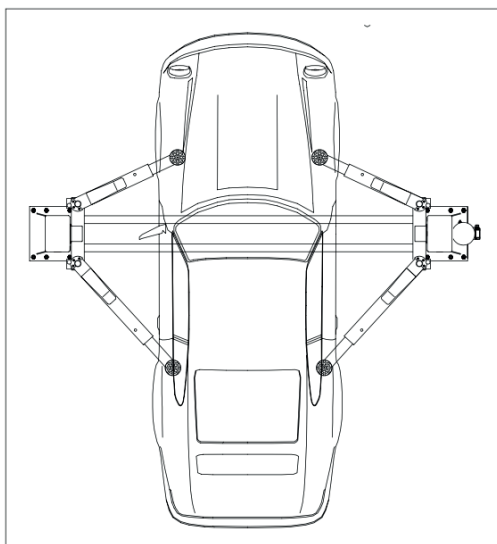

Fig. 1 - Véhicule correctement chargé
(Fig. 1) Pour la sécurité des personnes et des équipements, il faut que :
- ✓ Le véhicule est correctement positionné. **(Fig. 1)**